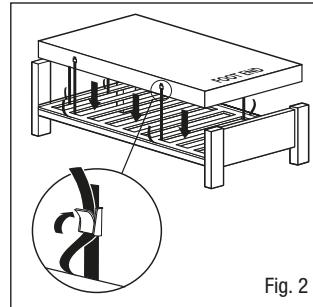

Fig. 2
3. Sätt fast madrassen i sängstommen med justerbara remmar – dra remmarna runt sängstommens plattform och fäst med spännetta (Fig. 2), lämna utrymme för rörliga delar på de elektriska sängstommarna. Detta är viktigt då det hindrar att madrassen separeras från sängstommen och orsakar potentiella skador hos patienten. Ett kit med förlängningsremmar finns tillgängligt för bäddsoffor (delnummer 11062).